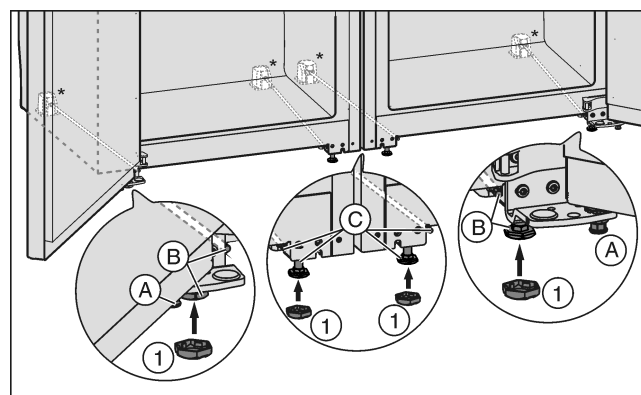

Fig. 21
- S'il y a lieu, visser complètement les pieds de réglage Fig. 21 (A) devant aux deux appareils, de sorte qu'il n'y a pas de contact avec le sol.
- Placer les caches Fig. 21 (1) sur les quatre pieds de réglage avants.
- Visser les pieds de réglage du milieu *Fig. 21 (C)* de sorte qu'il n'y ait aucun contact avec le sol.
- Aligner la combinaison au moyen des pieds de réglage extérieurs *Fig. 21 (B)*.
- Abaisser de nouveau les pieds de réglage du milieu Fig. 21 (C) jusqu'à ce qu'elles touchent le sol.
- Ensuite, étanchonner la porte : Abaisser les pieds de réglage Fig. 21 (A) au support d'appui jusqu'à ce qu'ils soient en contact avec le sol; ensuite les tourner de 90°.